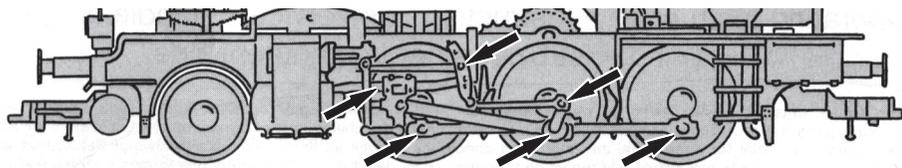

Fig. 8
**4. Kohlebürstenwechsel:** Lokgehäuse abnehmen (Fig. 6). Danach wird der **Motor ausgebaut** und die **Kohlebürsten ausgewechselt** (Fig. 8).
**4. Carbon Brush Changing:** First remove loco body (fig. 3), and then the motor (fig. 8).
**4. Remplacement des balais du moteur:** Démontez la caisse du locomotive (voir fig. 6). Sortez ensuite le moteur de son longement (voir fig. 8) et échangez finalement le balais.